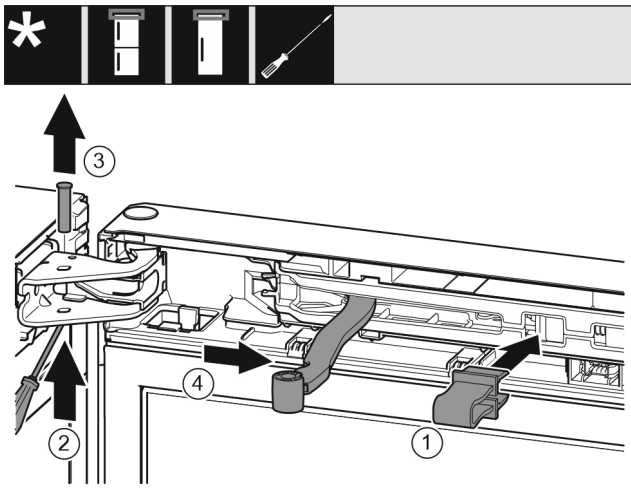

Fig. 9
- Fixați în poziție siguranța Fig. 9 (1) în deschizătură.
- Scoateți prin glisare boltul Fig. 9 (2).
- Extrageți în sus boltul Fig. 9 (3).
- Rotiți articulația Fig. 9 (4) în direcția ușii.